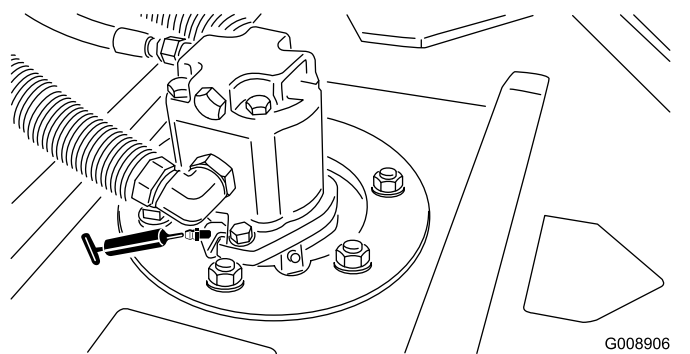

Рисунок 47
- Подшипники шпинделя режущего блока (по 2 шт. на режущий блок)—Рисунок 47